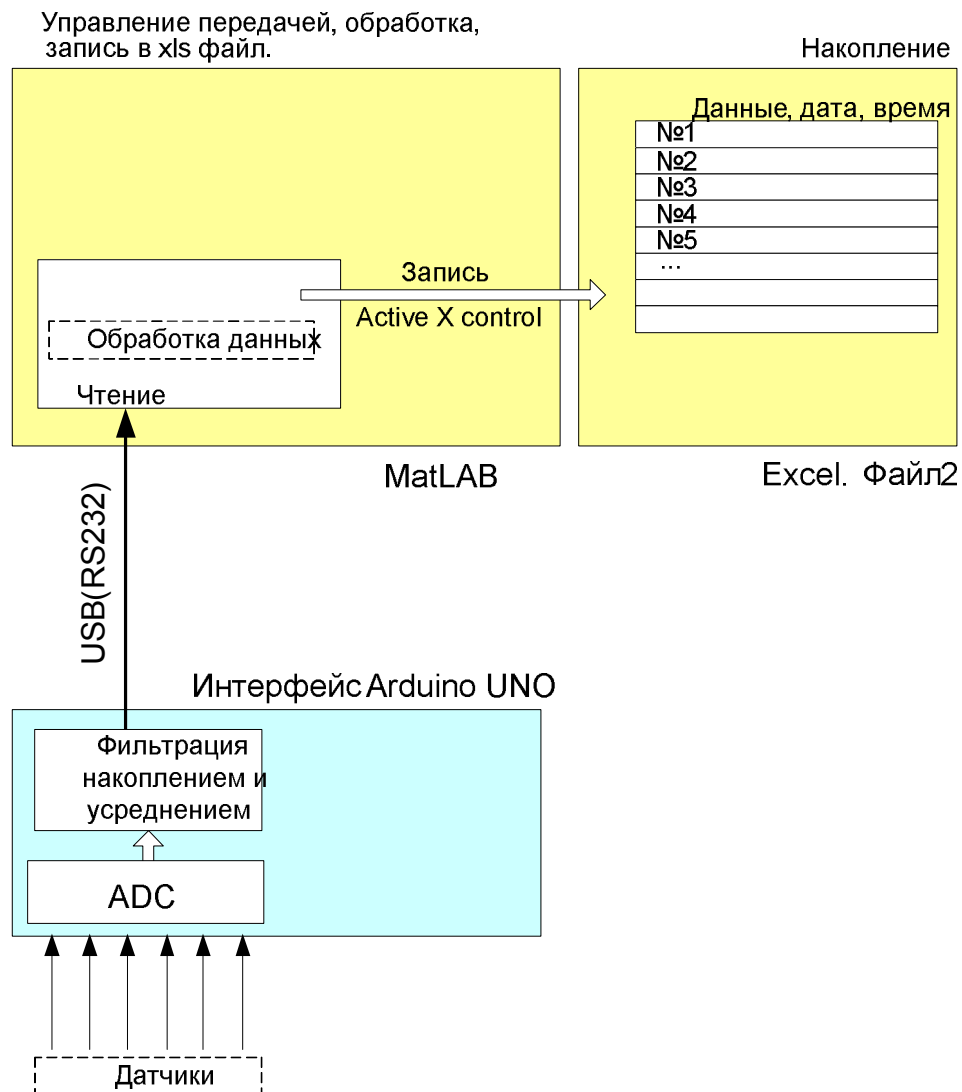

Рис. 9. Блок-схема системы накопления аналоговых данных, их фильтрации, обработки и накопления на базе МатЛАБ, MS Excel и платформы Arduino.
1. Замените XLS модуль управления передачей, обработки и записи данных (см. Рис. 1, Задание 3) аналогичным модулем на базе m-файла МатЛАБ (см. Рис. 9) использующего для записи данных в xls файл технологию Microsoft ActiveX control.